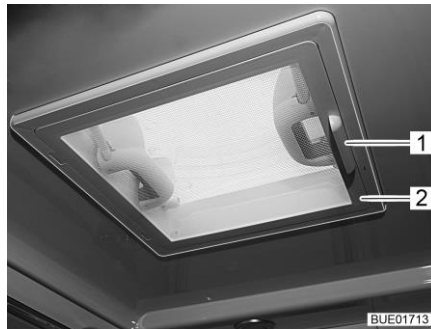

Bild 108 Taklucka med snäpplås
- Sväng ned insektskyddet (Bild 108,2) med handtaget (Bild 108,1).